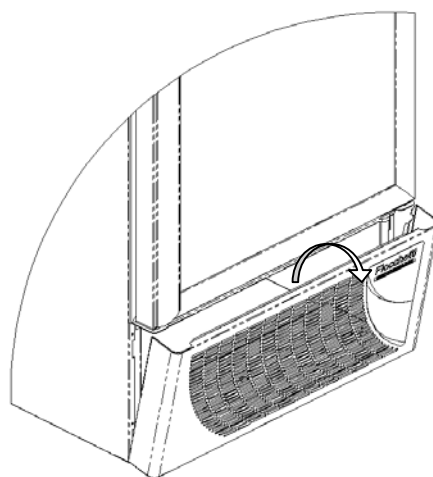
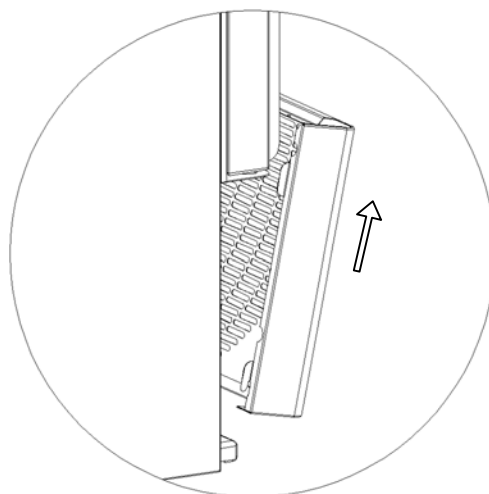

Fig. 14
Fig. 15
**Fase 2:** Volver a cerrar la puerta. La rejilla está bloqueada en la parte inferior con dos ganchos y por lo tanto es necesario inclinarla hacia el externo del refrigerador (Fig. 14) y extraerla hacia arriba (ver Fig. 15).